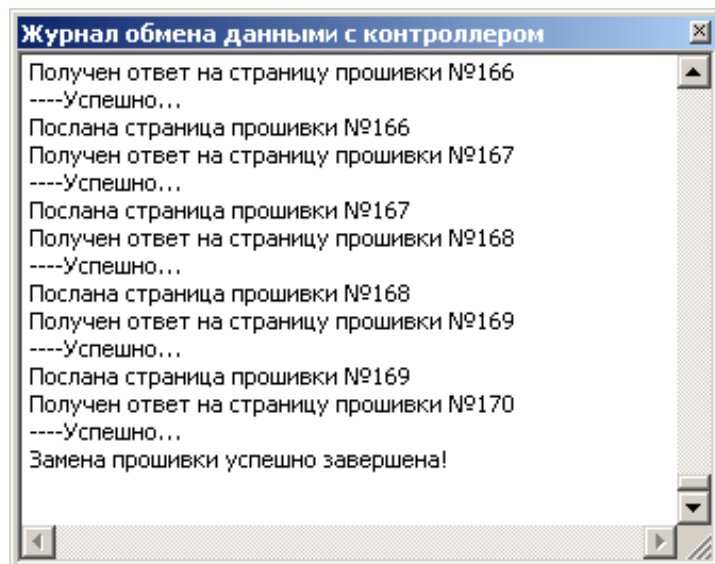

Рисунок 27
8) появится окно журнала обмена данными с контроллером (Рисунок 27):
По завершению замены прошивки в журнале обмена данными с контроллером будет сообщение «Замена прошивки успешно завершена» (Рисунок 27).